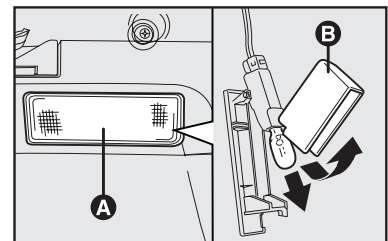

fig. 28
LUZ DEL COMPARTIMIENTO DE EQUIPAJES - fig. 28
- quite el plafón **A-fig. 28** forzando ligeramente con un destornillador en el punto indicado por la flecha cuidando para no rayar la superficie;
- abra la protección **B**-fig. 28 y sustituya la lámpara introducida a presión;